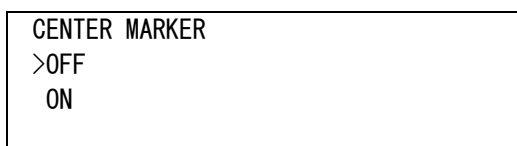

図4-46 オンスクリーンメニュー(CENTER MARKER例)
- 1) SDI OUT メニューで「CENTER MARKER[CMRK]」を選択し、**ENTER** ボタンを押すと図 4-46 のような設定メニューが表示されます。